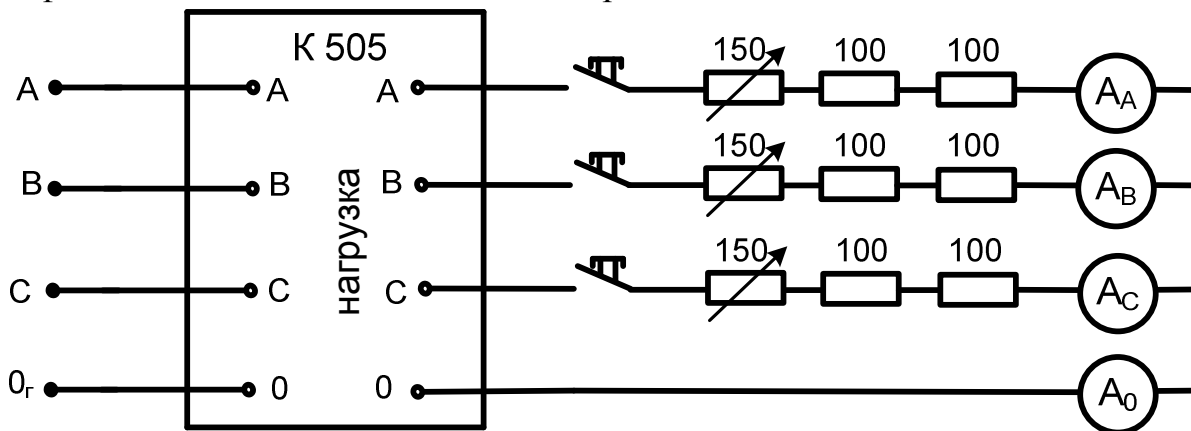

Рис. 5.7
Для проведения лабораторией работы собирается схема (рис. 5.7) на панели №2 с измерительным комплектом К 505. Электрическая цепь питается от трехфазного источника с линейным напряжением 220 В.
5.4.1. Собрать схему (рис. 5.7). Снять показания приборов при следующих режимах: